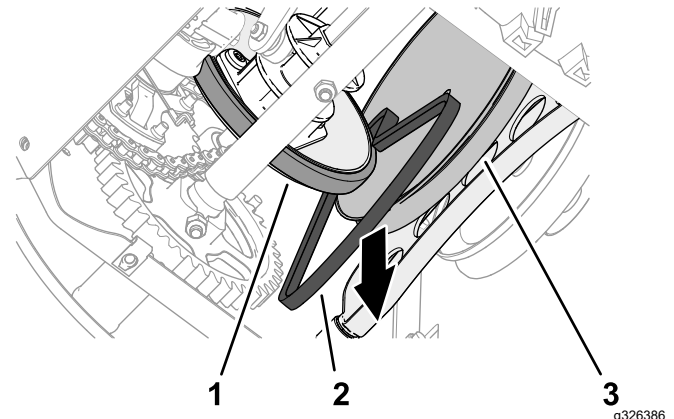

**Figura 46**
4. Retire o espaçador da polia, a meia folha frontal e correia de tração de 87,6 cm da cambota do motor (**Figura 46**).